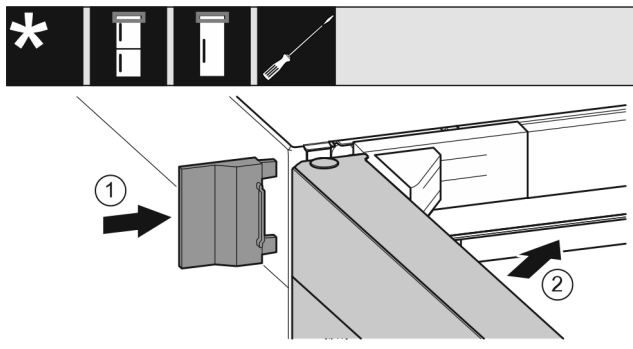

Fig. 41
- ▶ 插入外盖 Fig. 41 (1)。
- ▶ 关闭冰箱上方门 Fig. 41 (2)。